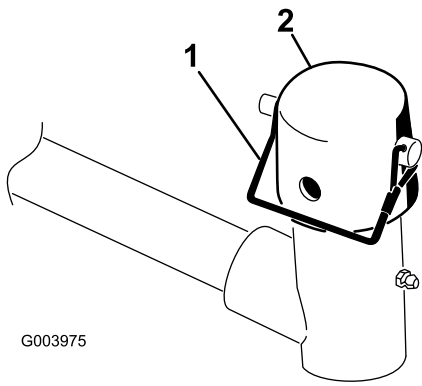

图10
7. 从提升臂轴轳上拆下锁扣销和中心盖(图10)。
- 11. 使用保险销将中心盖和承载架轴固定到提升臂轂图10。